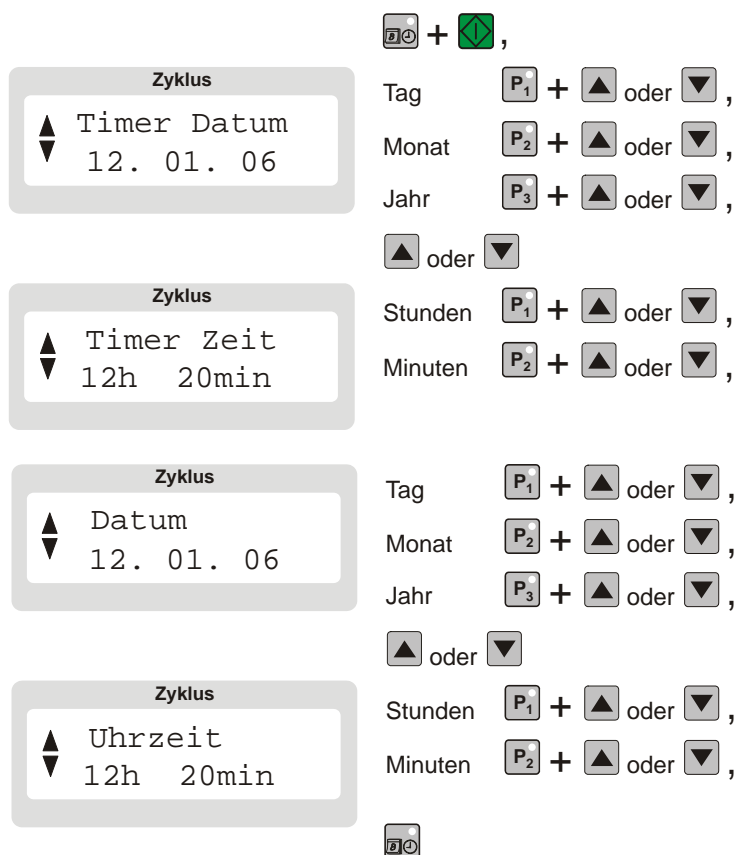
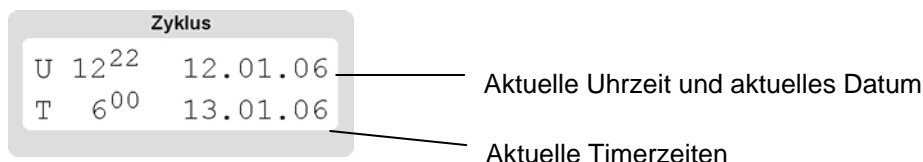

Bild 21: Einstellen der Uhrzeit, des Datums und des Timers und zugehörige Anzeige
Bild 22: Zeit-Anzeige
- ◆ Drücken Sie die Taste Timer (24).
Die Kontrollleuchte in der Ecke der Timer-Taste leuchtet auf und in der Zyklus-anzeige (18) erscheint nun die Zeit-Anzeige (Bild 22) mit aktueller Uhrzeit, aktuellem Datum in der ersten Zeile (U), sowie der eingestellten Timer-Zeit in der zweiten Zeile (T).
- ◆ Drücken Sie die Taste Timer (24) und halten Sie diese gedrückt.
- ◆ Drücken Sie die START/STOP-Taste (20)
Gehen Sie zum Einstellen der Timer-Werte für Tag / Monat / Jahr bzw. Stunden / Minuten wie bei der Einstellung der Uhrzeit und des Datums vor (siehe Bild 21) bis nach dem Bestätigen Ihre Einstellung mit der Taste Timer (24) die Zeit-Anzeige (Bild 22) erscheint.